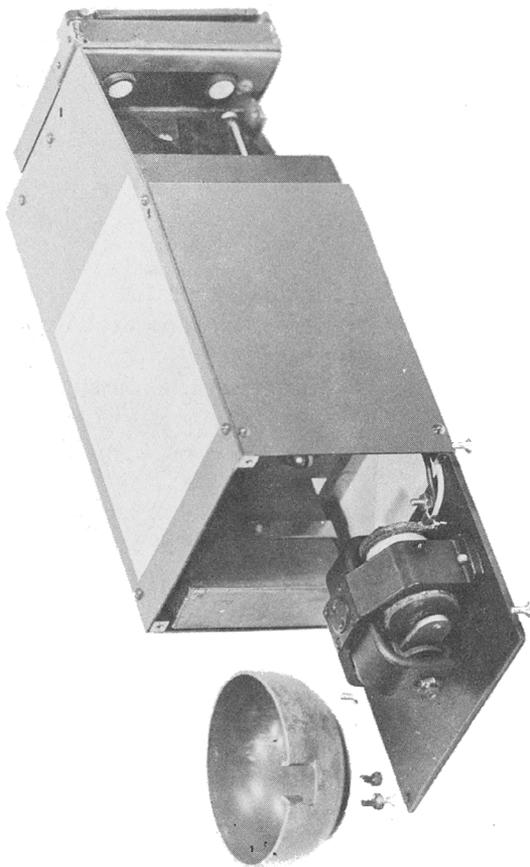

Fig. 17 - Telefono EE-8-B-I (Campana smontata dalla suoneria).
1) rimozione della campana (Fig. 17): senza la campana, il segnale di chiamata in arrivo è una sorda vibrazione.